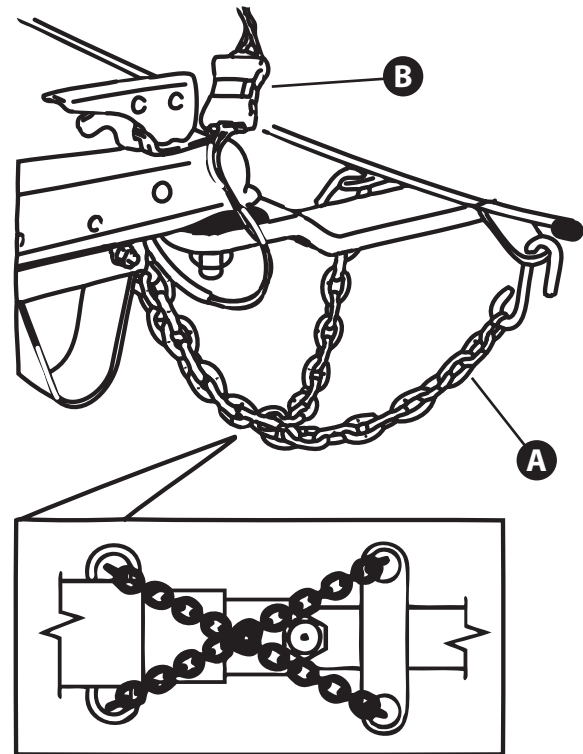

Figure 3.2
6. Attacher les chaînes de sécurité (A, Figure 3.2) au châssis de l'attelage du véhicule remorqueur. Croiser les chaînes sous la flèche tel qu'illustré dans la Figure 3.2. Laisser assez de lâche dans les chaînes pour permettre les virages, mais pas trop pour éviter que les chaînes entrent en contact avec la surface de la route.
7. Connecter le connecteur d'éclairage de la remorque au connecteur du véhicule remorqueur (B, Figure 3.2). S'assurer que le faisceau d'éclairage de la remorque a une longueur adéquate pour empêcher un décrochage lors des virages, mais pas tellement de longueur que le faisceau entrera en contact avec la surface de la route. Vérifier le bon fonctionnement des feux de freinage, feux de direction, feux latéraux et éclairage de la plaque d'immatriculation.